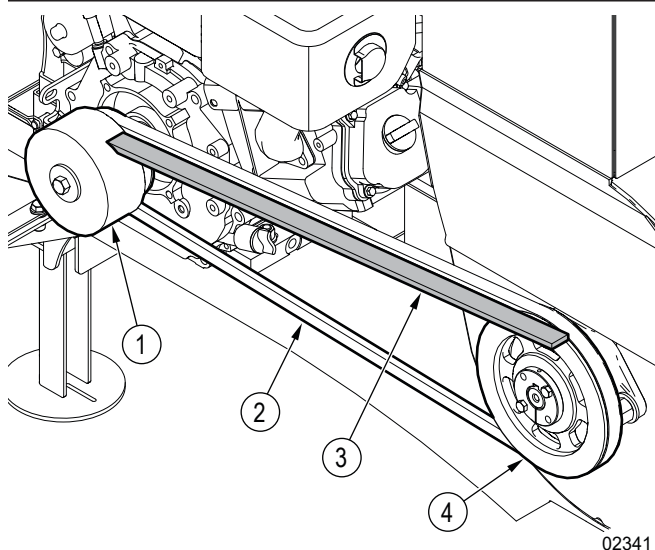

Figure 36—Vérifiez l'alignement de la courroie d'entraînement.
1. Posez une règle droite le long de la face de la poulie du rotor. Orientez l'extrémité opposée de la règle droite vers le volant d'embrayage du moteur. Veillez à ce que la règle droite soit parallèle à la face de la poulie du rotor. Voir *Figure 36*.
- Si le bord du volant d'embrayage du moteur est aligné avec la règle droite, la courroie d'entraînement est alignée. Les étapes suivantes ne sont pas nécessaires. Voir la *Figure 36*.